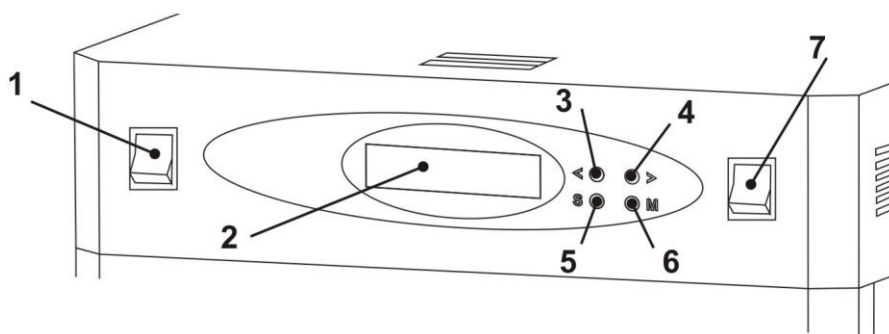

Рис.1
- клавиша «СЕТЬ» (вкл/выкл); (Рис.1 поз.1).
- клавиша «СВЕТ» (вкл/выкл); (Рис.1 поз.7)
- кнопки (без фиксации): «<» (Рис.1 поз.3); «>» (Рис.1 поз.4) «S» (Рис.1 поз.5) «M» (Рис. 1 поз. 6)